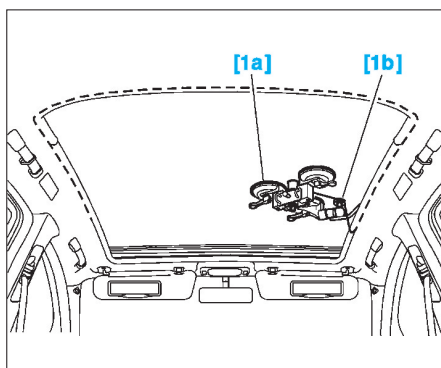

FIG. 129
- Faire passer l'alène [1c] à travers le cordon de colle, de l'intérieur vers l'extérieur, au niveau de la fixation droite de la barre de toit droite (Fig.129).